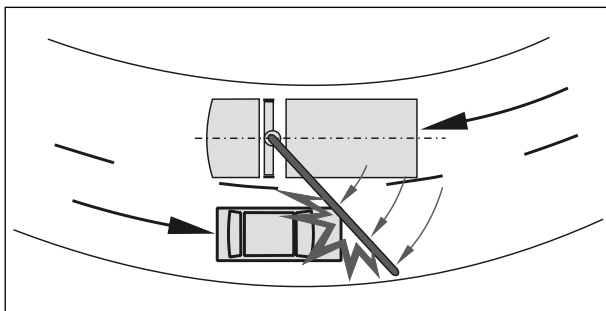

Figura 12. Brazo de carga
- La grúa se encuentra en posición de transporte o si, en caso de que esté depuesta sobre la superficie de carga, está suficientemente asegurada contra desplazamientos laterales (ver figura 12).